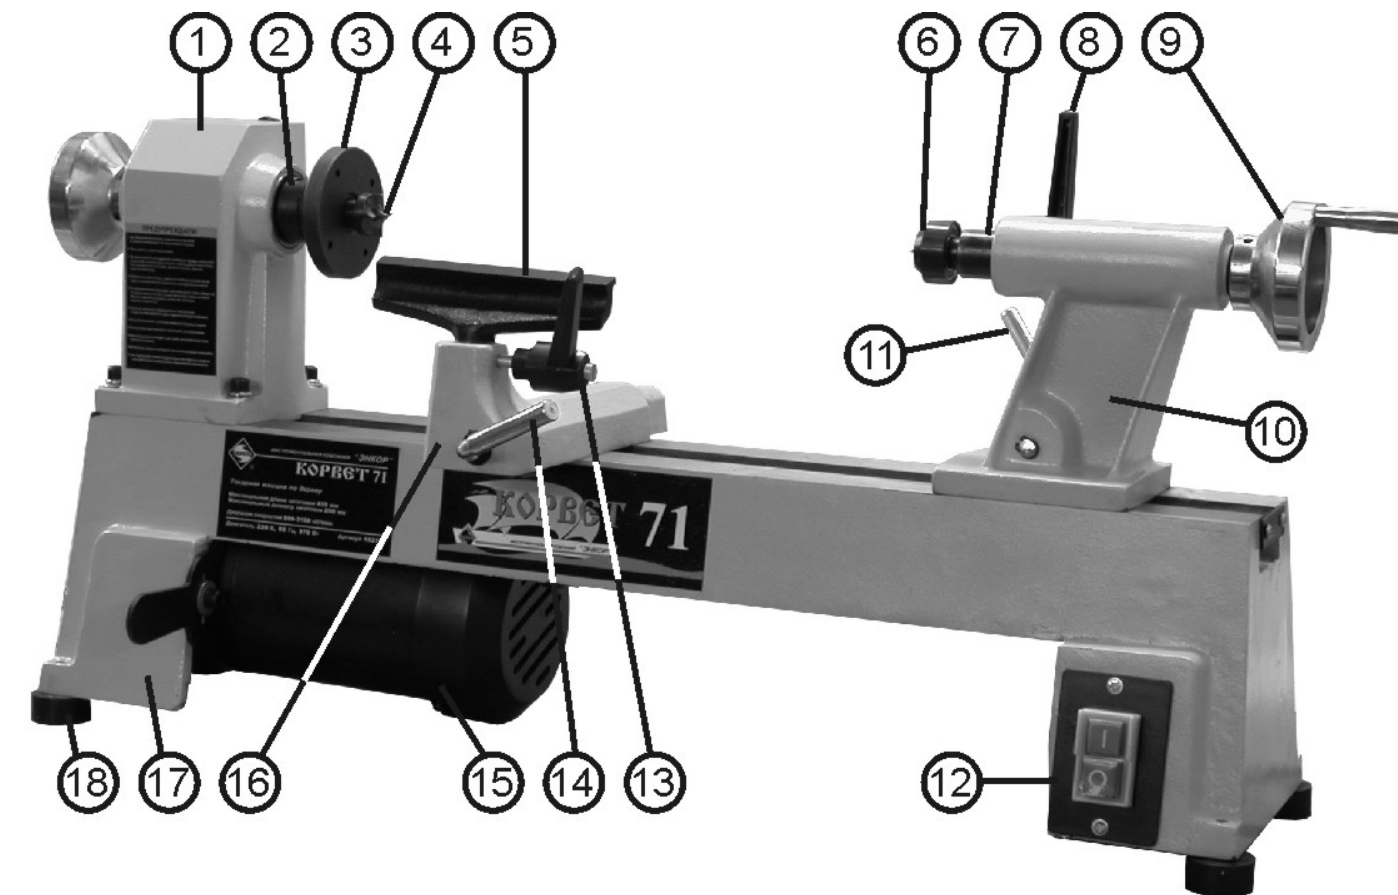

Рис. 2
- 7.1. Машина состоит из следующих сборочных единиц и деталей (Рис. 2):
### 9.1. Включение (Рис. 2)
### 9.3. Задняя бабка (Рис. 2)
### 9.4. Резцедержатель (Рис. 2)